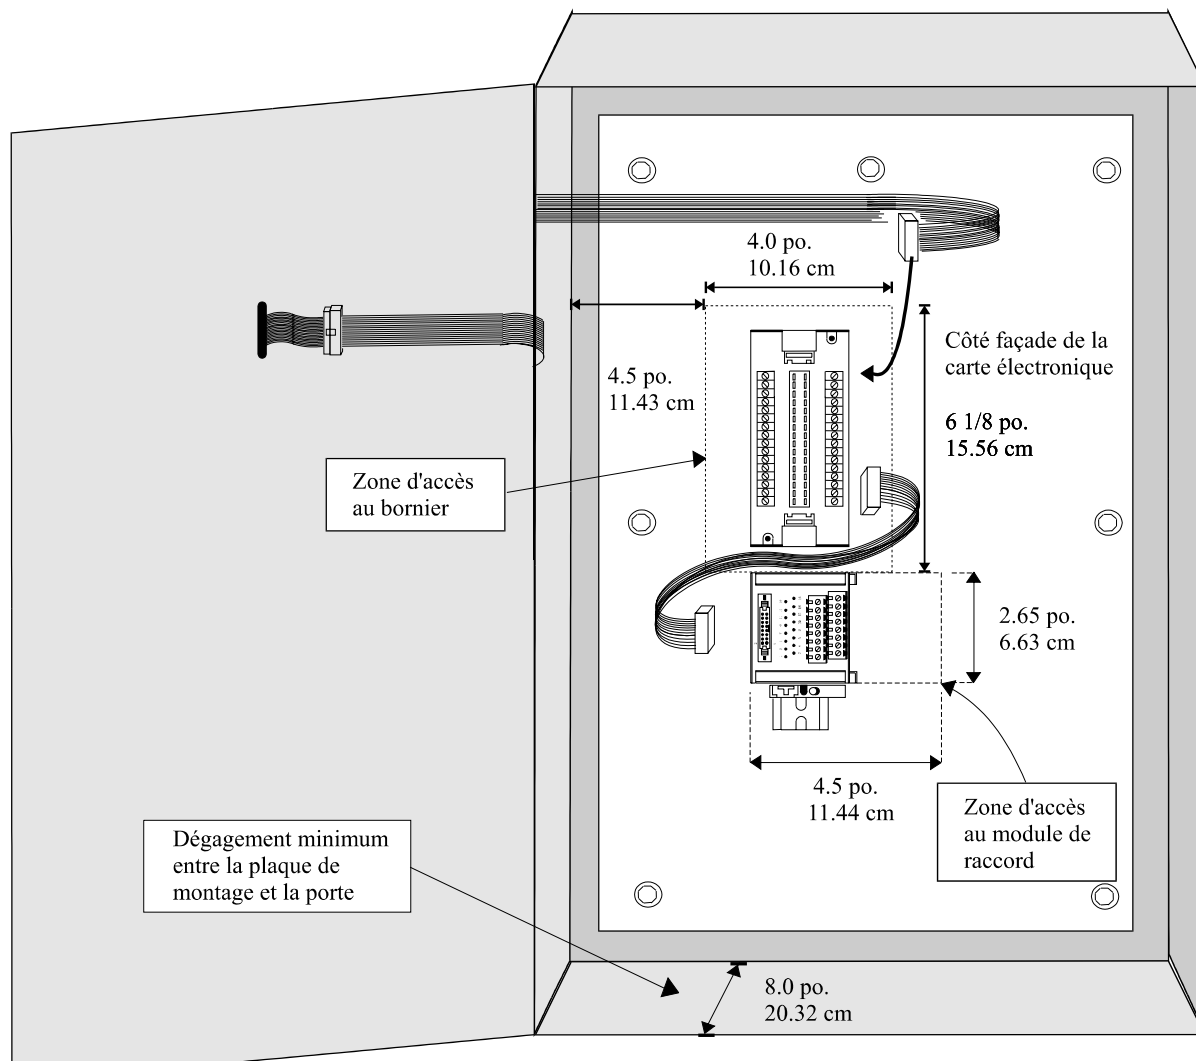

Figure 4
1. S'assurer qu'il y ait au moins 8 pouces (20.32 cm) de dégagement entre la surface de la plaque de fond et la porte du panneau, ceci pour éviter que la porte, en se refermant, ne touche à la carte électronique. (Voir Figure 4, page 8)
2. Réserver, sur la plaque de montage du panneau, un espace minimal de 6 1/8 pouces (15.56 cm) de longueur par 4 pouces (10.16 cm) de largeur, ceci afin de maximiser l'accessibilité au bornier de raccord. La carte doit être installée à la verticale et du côté de la peinture pour se rapprocher le plus possible du tabloïde. (Voir Figure 4, page 8)
Réserver, sur la plaque de montage du panneau, un espace minimal de 2.65 pouces (66.3 mm) de longueur par 4.5 pouces (114.4 mm) de largeur, ceci afin de maximiser l'accessibilité au module de raccord. Celui-ci doit être installé à l'aide d'un profilé support TS35 et le plus près possible de la carte CAF. (Voir Figure 4, page 8)